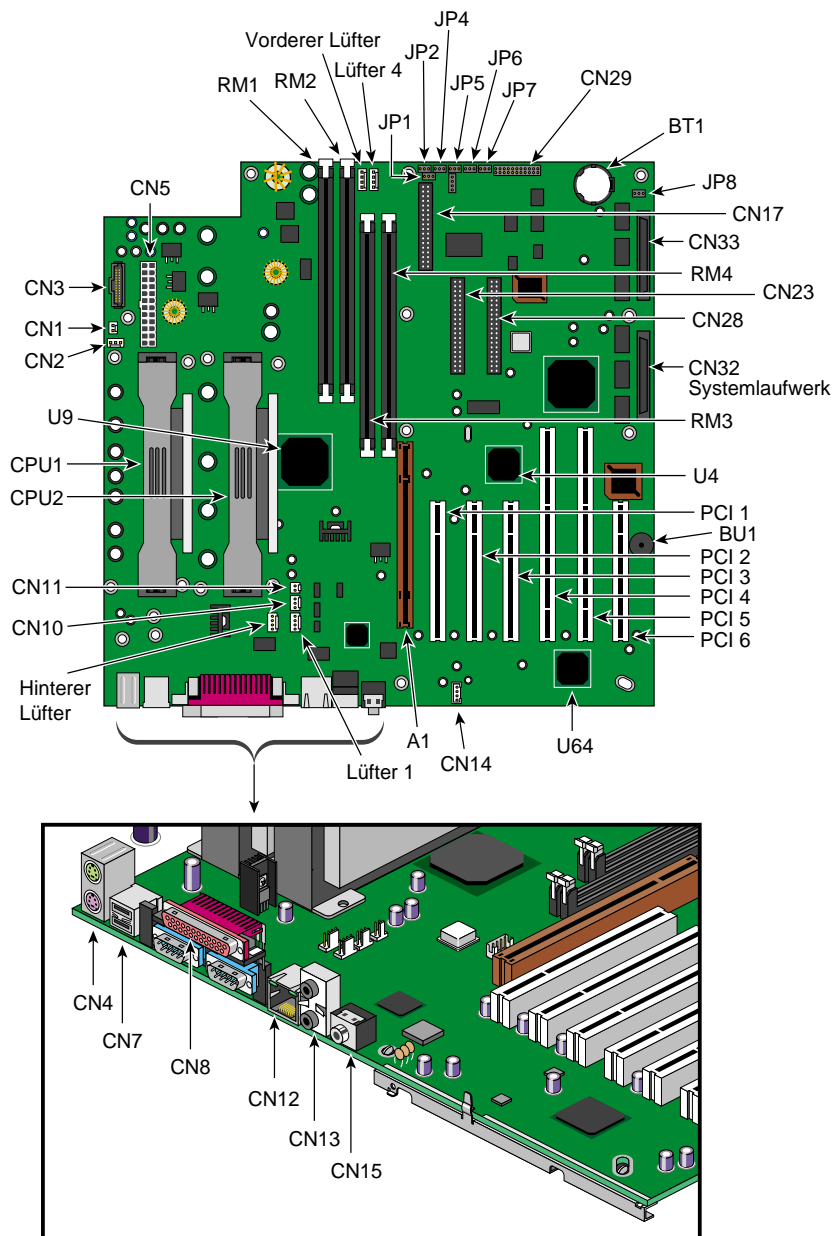

Abbildung 3-1 Layout der Systemplatine
Abbildung 3-1 zeigt das Layout der Systemplatine.
Tabelle 3-1 beschreibt die Elemente der Systemplatine in Abbildung 3-1.
5. Schließen Sie die 3- und 2-poligen Lüfter-/Kühlkörperkabel an die Systemplatine an. Die Position der Lüfter-/Kühlkörperanschlüsse ist aus Abbildung 3-1 auf Seite 72 zu ersehen.